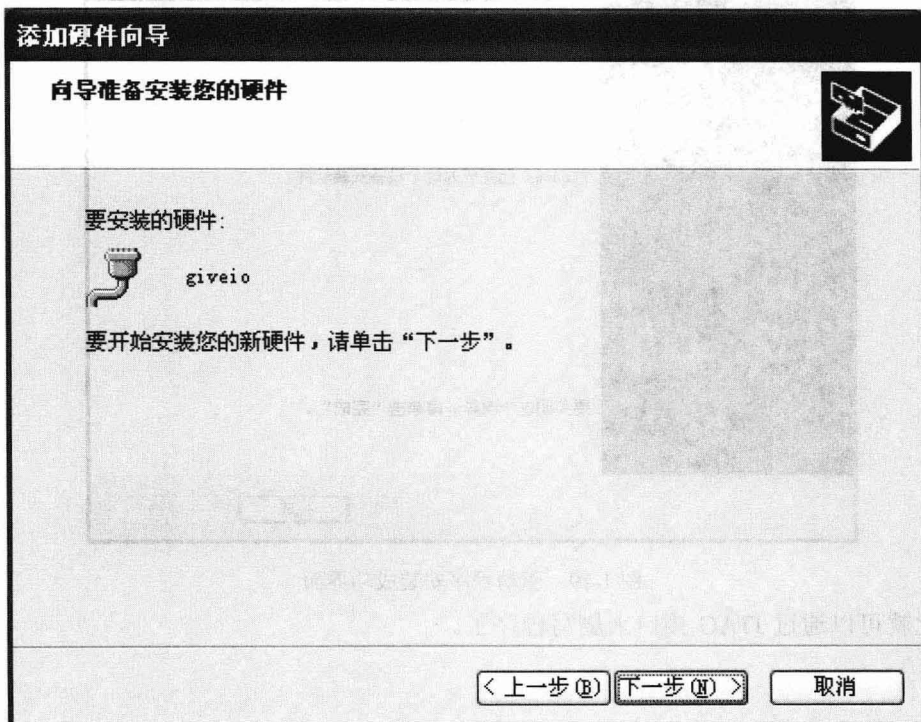

图 1-17 系统装载驱动过程
- ⑫ 在弹出的对话框中，按照提示点击“下一步”按钮，如图 1-17 所示。